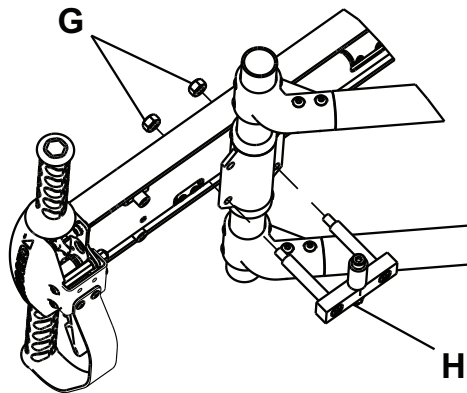

Figura 8 – Ansamblul de role
8. Utilizând o cheie Allen M6 și o cheie M13, montați ansamblul de role furnizat (H) și piulițele (G) pe suportul tubului culisant (Figura 8).